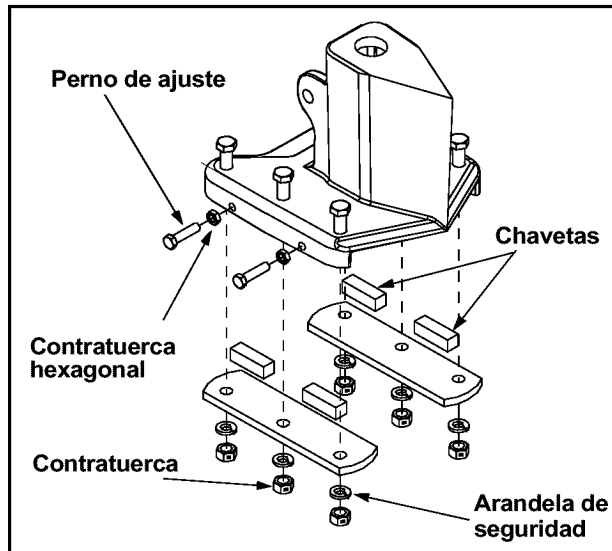

Figura 9
- Limpiar la bujía y regraduar la separación a .030" una vez por temporada por lo menos o cada 50 horas de operación. Ver la Figura 9.